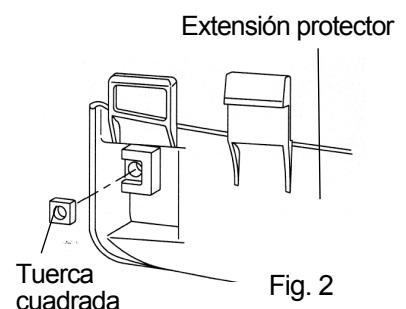
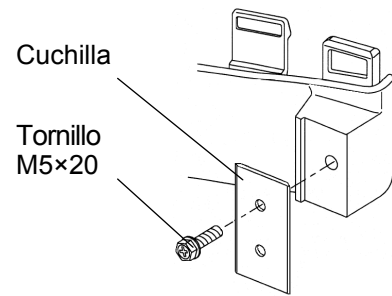

Fig. 2
Fig.3
Ver Fig.2
2. Coloque la cuchilla que limita la longitud del nylon utilizando el tornillo de 5x20 bloqueado con la tuerca cuadrada. Ver Fig. 2 y Fig. 3.